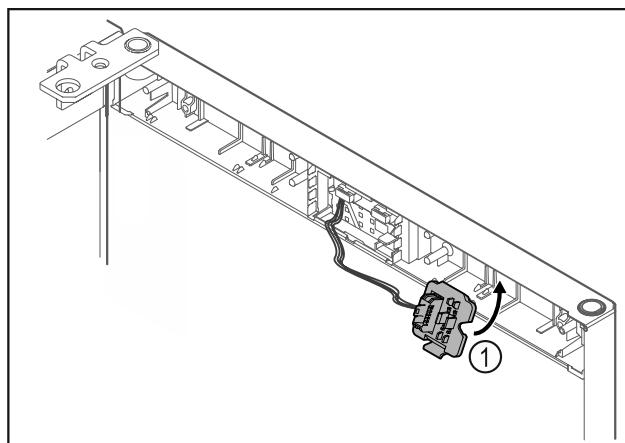

Fig. 21
- Užfiksuojite kištuko laikiklį Fig. 21 (1) priešingoje pusėje.